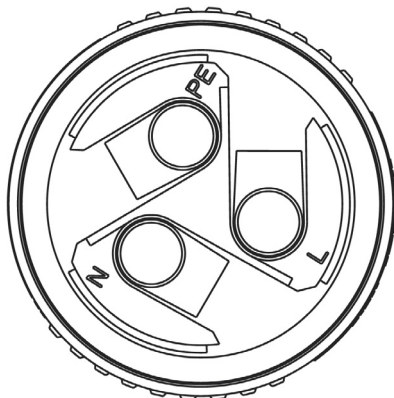

Figura 5.9 Padrão de furo do conector CA
Passo 5: Use a chave de fenda hexagonal, afrouxe os parafusos do soquete um após o outro e insira cada núcleo do cabo no conector correspondente e ajuste cada parafuso. O furo de conexão da etiqueta do terminal de conexão CA é mostrado na figura 5.9.